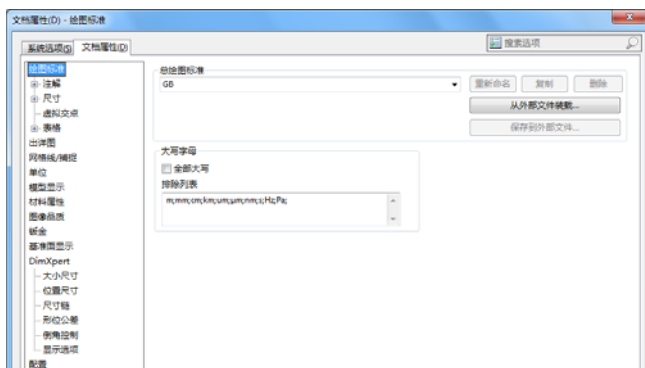
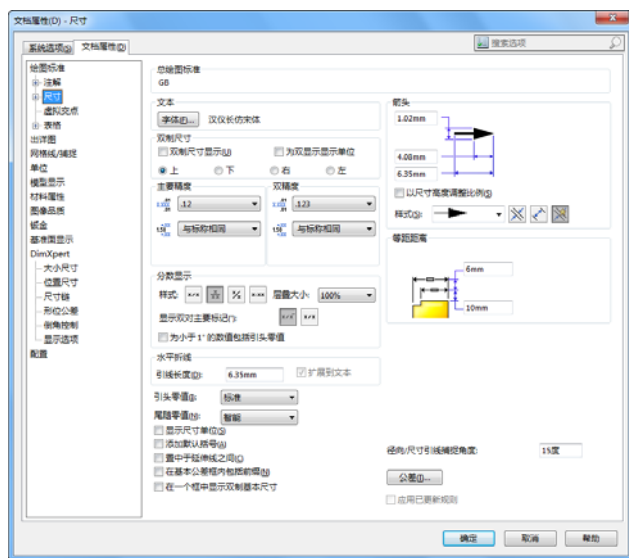

图 2-73 “文档属性”对话框
图 2-74 “文档属性-尺寸”对话框
在菜单栏中选择“工具”→“选项”命令，此时系统弹出“文档属性”对话框，在其中选择“系统选项”选项卡，如图 2-73 所示。
1. 设置“尺寸”选项卡中的各选项。选择图 2-73 中的“尺寸”选项，此时弹出如图 2-74 所示的“文档属性-尺寸”对话框。在对话框中，可以设置“文本”“箭头”“尺寸精度”等。
2. 设置“注解”选项卡中的各选项。选择图 2-73 中的“注解”选项，弹出如图 2-76 所示的“文档属性-注解”对话框。在其中的“文本”一栏中，单击“字体”选项，系统弹出如图 2-77 所示的“选择字体”对话框，在其中设置尺寸字体的标注样式。